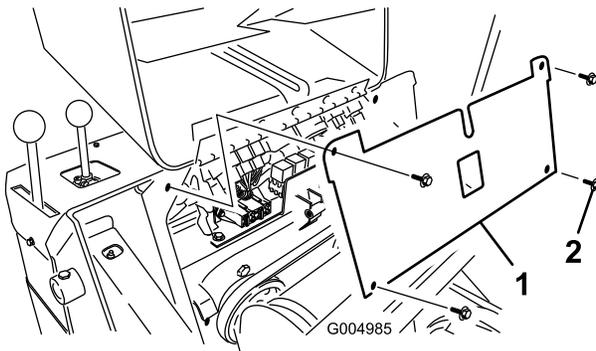

Bild 45
- Nehmen Sie die 4 Schrauben ab, mit denen die Sicherungsabdeckung befestigt ist, und ziehen Sie die Abdeckung dann heraus und nach oben, um sie abzunehmen (Bild 45).